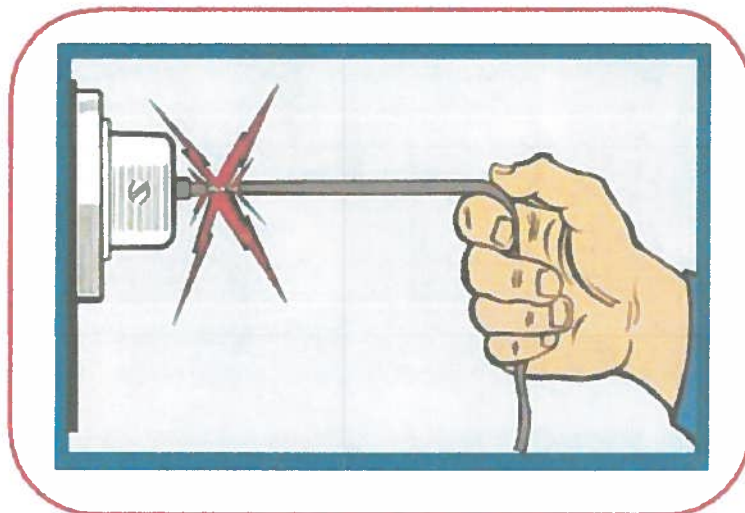

Рис. 19
- ▲ не вытягивать за шнур вилку из розетки (рис. 19);